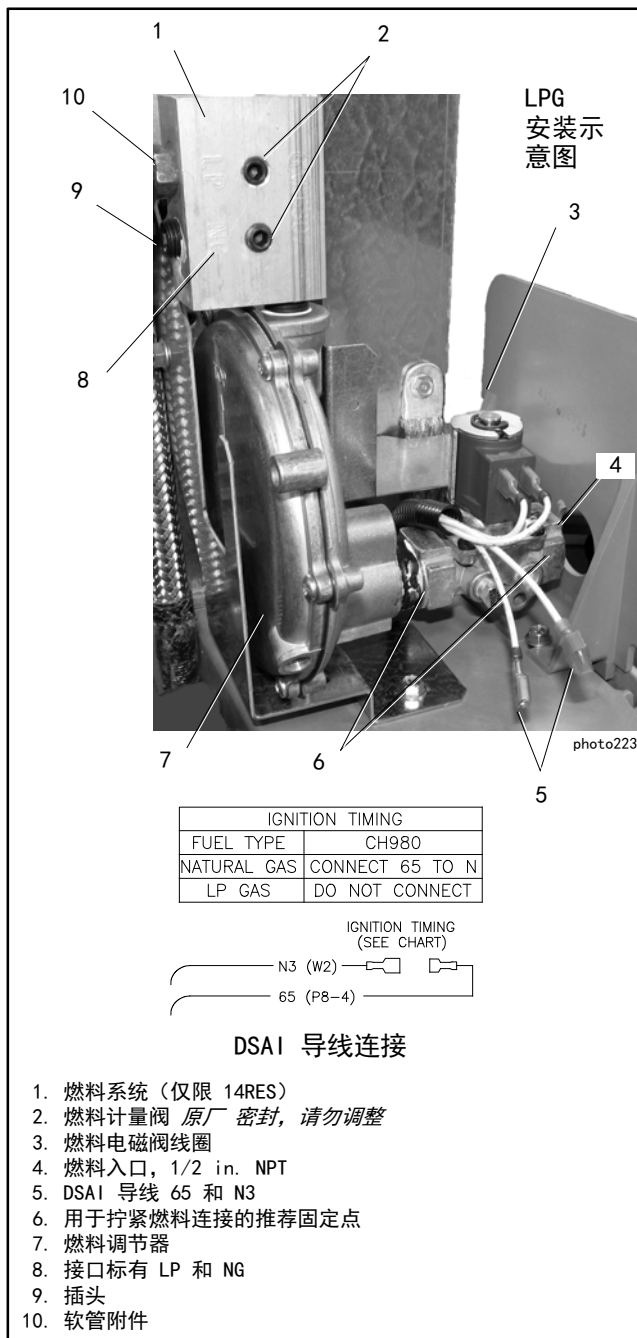

图 1-9 燃料系统，14RESA/RESAL 配备了燃料块（2014年6月26日之前制造）
备注：2014年6月26日之前制造的 14RESA/RESAL 型发电机组采用了燃料块，以便选择燃料类型。有关燃料转换，请参阅图 1-9，并使用本章节的说明。
请按照以下程序从天然气 (NG) 转换为 LPG。有关燃料系统组件位置，请参阅图 1-9。
5. 从燃料系统中的软管附件上卸下软管夹和燃料软管。请参阅图 1-9。
6. 从燃料系统中的天然气出口上卸下软管附件。请参阅图 1-9。
7. 从燃料系统中的 LP 口上卸下插头。请参阅图 1-9。
11. 断开 LPG 的数字提前点火装置（DSA1）导线 65 和 N3。DSA1 导线位于燃料电磁阀旁边。请参阅图 1-9。
要从 LPG 转换为天然气，请按照上述燃料转换程序将软管附件移至天然气口并塞住 LP 口。连接天然气的 DSA1 导线。请参阅图 1-9。
备注: 2014年6月26日之前制造的 14RESA/RESAL 型发电机组采用了燃料块, 以便选择燃料类型。有关燃料转换, 请参阅图 1-9, 并使用章节 1.8.1 的说明。